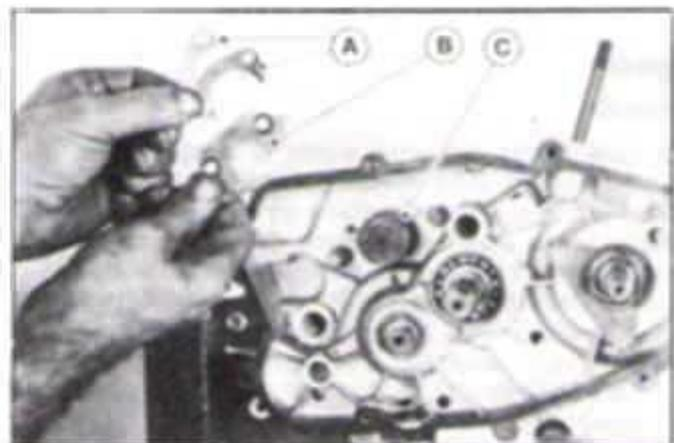

FIG. M29 - A. CALÇOS DE COMPENSAÇÃO
6. Inserir o conjunto do trambulador fixando-o com a trava-eixo trambulador e os calços de compensação de regulagem do jogo de garfos. Figura M29.